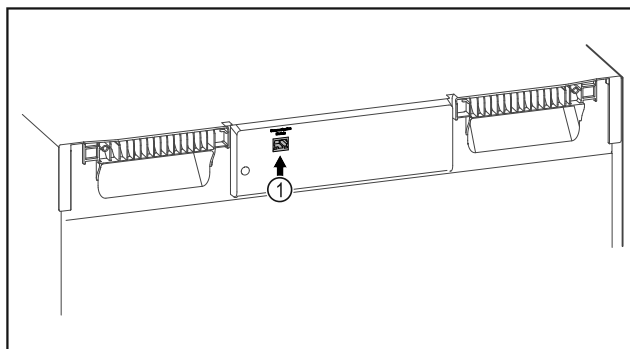

Fig. 88
- ☐ Je používán SmartModule Fig. 88 (1).